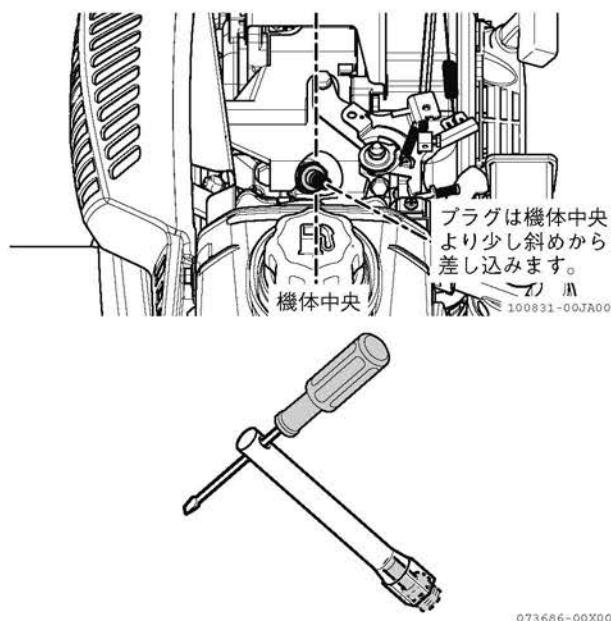

図 4-38 プラグレンチとドライバー
4. 付属のプラグレンチを使用して点火プラグをエンジンから外します。プラグレンチはお手持ちのドライバーなどと合わせてご使用ください。(図 4-38)
点火プラグを取り付けるときは、ねじ山をつぶさないように、はじめに手で締め込んでから、プラグレンチで締め付けてください。(図 4-38)